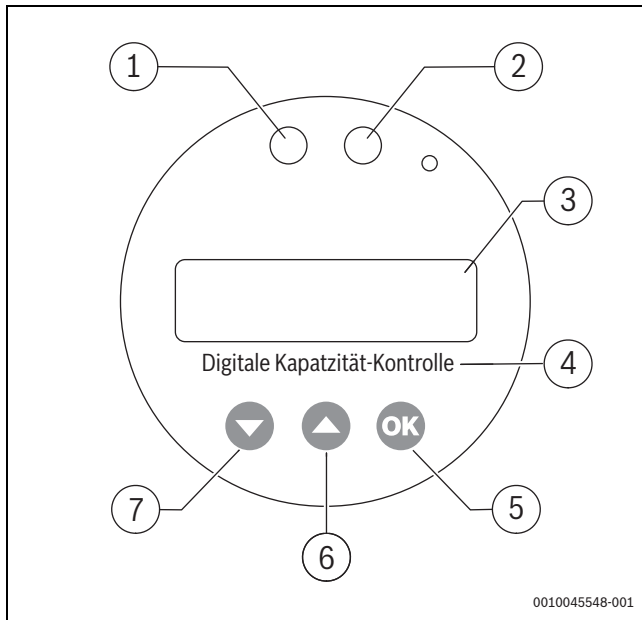

Bild 17 Digitale Kapazität-Kontrolle
- ▶ OK-Taste (→ Bild 17, [5]) min. 3 Sekunden drücken.
Im Display (→ Bild 17, [3]) erscheint die Aufforderung, die Rohwasserhärte einzugeben (z. B. 20 °dH).
- ▶ OK-Taste (→ Bild 17, [5]) drücken.
- ▶ Up- oder Down-Taste (→ Bild 17, [6] und [7]) drücken.
Im Display (→ Bild 17, [3]) erscheint die Aufforderung, die Größe der verwendeten Patrone anzugeben.
- ▶ Up- oder Down-Taste (→ Bild 17, [6] und [7]) drücken, um den Patronenwechsel zu bestätigen (JA) oder abzulehnen (NEIN).
- ▶ OK-Taste (→ Bild 17, [5]) 3 Sekunden drücken.
Im Display (→ Bild 17, [3]) erscheint die Bestätigung (RESET OK).
Nachdem alle Einstellungen abgeschlossen wurden, wird im Display (→ Bild 17, [3]) die neu berechnete Restmenge in Litern angezeigt.
2. Um die Anzeige im Display (→ Bild 17, [3]) auf die Restkapazität in % (ausgehend von der Kapazitätsanzeige → 1.) umzuschalten:
Im Display (→ Bild 17, [3]) erscheint die Restkapazität in % (z. B. F 100 %).
3. Um die Anzeige im Display (→ Bild 17, [3]) auf die aktuelle Leitfähigkeit umzuschalten:
Im Display (→ Bild 17, [3]) erscheint die aktuelle Leitfähigkeit (z. B. --µS).
4. Um die Anzeige im Display (→ Bild 17, [3]) auf den eingestellten Soll-Leitwert (ausgehend von der Leitfähigkeitsanzeige → 3.) umzuschalten:
Im Display (→ Bild 17, [3]) erscheint der eingestellte Soll-Leitwert (z. B. S 90 µS).
5. Um die Anzeige im Display (→ Bild 17, [3]) auf das Füllvolumen der letzten Füllmenge umzuschalten:
- ▶ OK-Taste (→ Bild 17, [5]) noch mal drücken.
Im Display (→ Bild 17, [3]) erscheint das Füllvolumen der letzten Füllung (z. B. L 0L).
6. Um die Anzeige im Display (→ Bild 17, [3]) auf das bisherige gesamte Füllvolumen (ausgehend von der Füllvolumenanzeige → 4.) umzuschalten:
Im Display (→ Bild 17, [3]) erscheint das bisherige gesamte Füllvolumen (z. B. 0 L).
7. Um die Anzeige im Display (→ Bild 17, [3]) wieder auf die aktuell verbleibende Restkapazität (→ 1.) umzuschalten:
- ▶ Up-Taste (→ Bild 17, [6]) zwei Mal drücken.